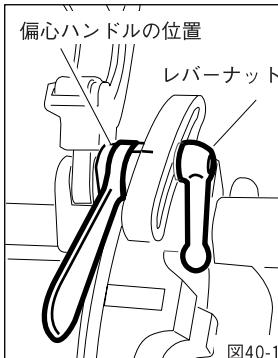
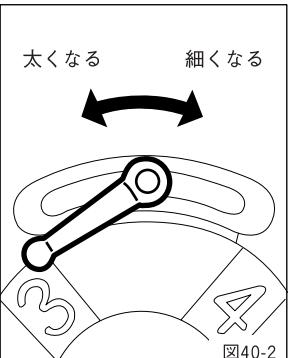

図40-1
図40-2
①ねじ切り寸法を合わせる時には、偏心ハンドルをかならず手前に倒してから、ダイヘッドのねじ切りサイズ寸法と偏心台の目盛りを合わせてください。(図40-1)
②レバーナットは手でしっかりと締めるだけで充分です。ハンマー等で叩き締めする必要はありません。
③太いめ、細いめのねじを切るには、偏心台の目盛りをサイズ目盛りの線より手前にずらして合わせると太く切れ、反対に向側にずらして合わせると細く切れます。(図40-2)